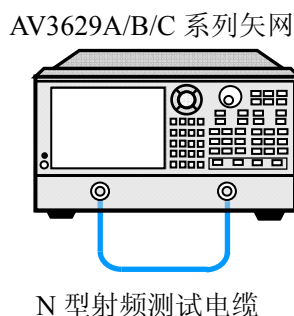

图 14-6 系统动态范围校准测试框图一
- a) 按图 14-6 所示连接系统，预热 60 分钟以上；
- f) 开始进行校准，如图 14-6 所示连接射频电缆，按[直通]→[(THRU)]→[确定]→[确定]；